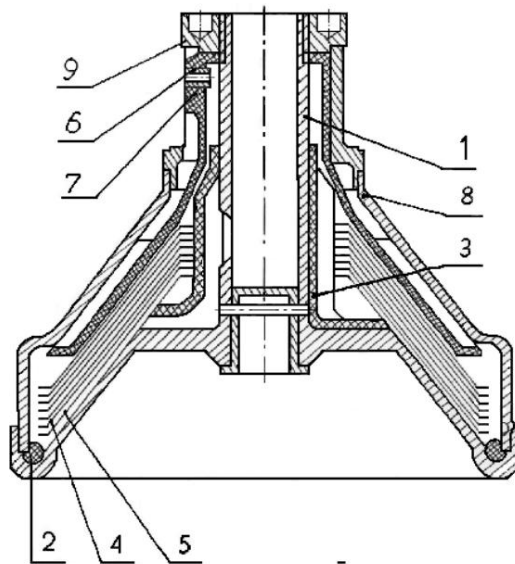

Рисунок 2
6.3 Барабан (см. рисунок 2) состоит: основание 1; уплотнительное кольцо 2; фиксатор тарелок 3; пакет из гладких тарелок 4 и тарелок с выштамповками 5; тарелка верхняя разделительная 6; регулировочный винт 7; крышка 8; гайка 9.